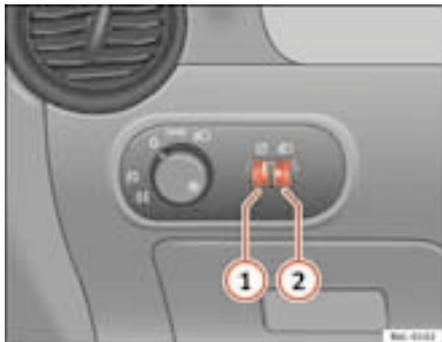

Fig. 57 Plancia portastrumenti: regolatore dell'intensità di illuminazione degli strumenti e degli interruttori e regolatore assetto fari
Quando le luci sono accese è possibile regolare l'intensità di illuminazione degli strumenti e degli interruttori servendosi della rotella zigrinata ⇒ **fig. 57** ①.